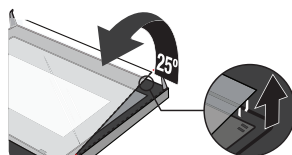

Рис. 4
4. Аккуратно поднимите стекло на 25° (рис. 4).